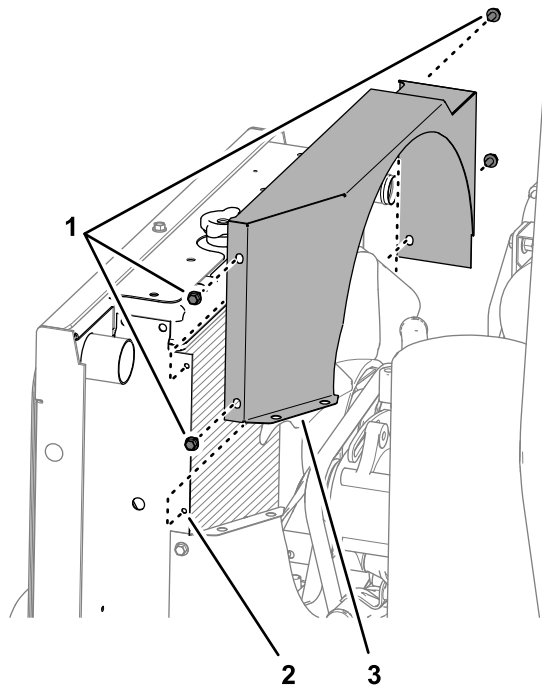

Рисунок 18
1. Выверните 4 винта с фланцем ($\frac{1}{4} \times \frac{1}{2}$ дюйма), которые крепят верхний кожух вентилятора к фланцу радиатора, и снимите кожух с машины (**Рисунок 18**).